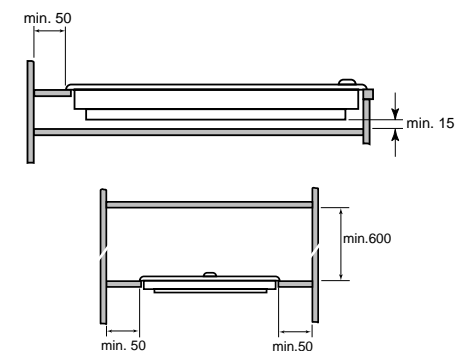

fig. 14
**Attention ! Dans le cas du barbecue, cette distance doit être de 12 cm au moins.** La distance entre la plaque de cuisson et une hotte éventuelle doit être de 60 cm au moins (voir fig. 14).